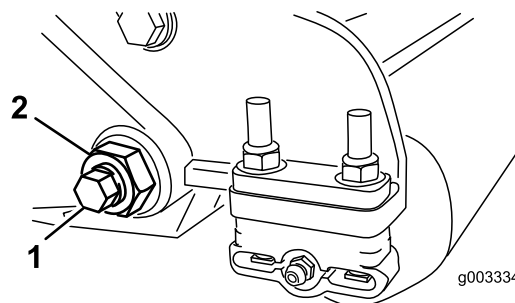

Рисунок 30
3. С каждой стороны машины ослабьте контргайку крепления болта планки неподвижного ножа (Рисунок 30).
- Удалите все болты планки неподвижного ножа, потяните планку вниз и отсоедините ее от машинного болта (Рисунок 30).